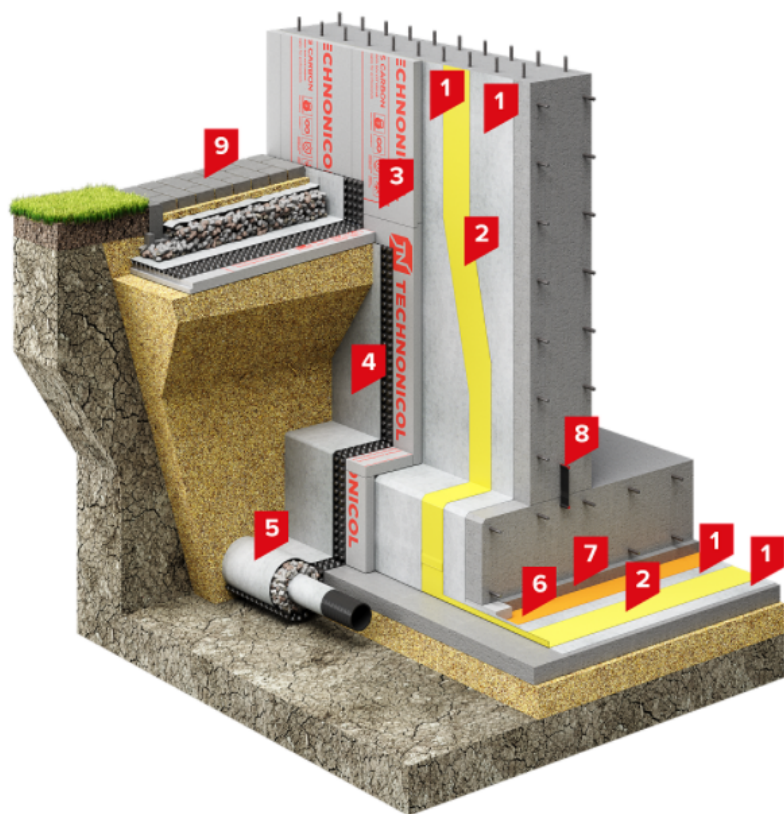

Рис. 4. Конструкция системы фундамента, связанная с системой пристенного дренажа.
находятся в дренажной засыпке (Рис. 4).
- дренаж с профилированной мембраной PLANTER Geo (вдоль стенки и в мягкой отмостке) с термоскрепленным геотекстилем Tygar SF27 (Рис.4).